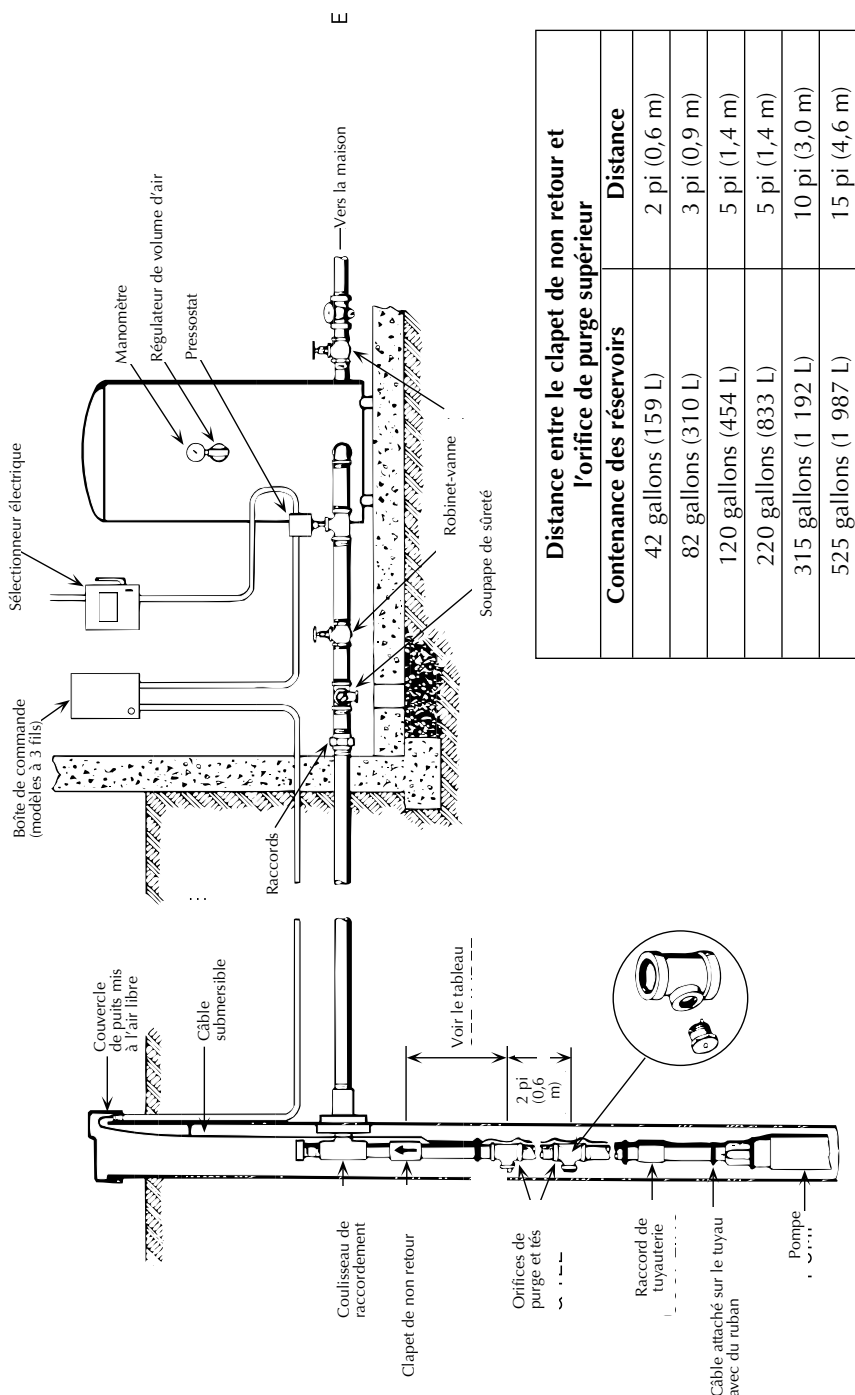

FIGURE 13 – Installation d'un réservoir sous pression standard
- Si un réservoir sous pression standard est utilisé, brancher deux orifices de purge à environ 0,60 mètre (2 pieds) l'un de l'autre, comme il est illustré à la Figure 13 de la page 20. Ces orifices chargeront automatiquement le réservoir d'air. Se reporter à la
Figure 13 pour déterminer l'emplacement des orifices.
Se reporter à la Figure 13 de la page 14 pour le branchement des tuyaux sur un réservoir sous pression standard et pour connaître la bonne distance à laisser entre les orifices de purge et le réservoir sous pression.